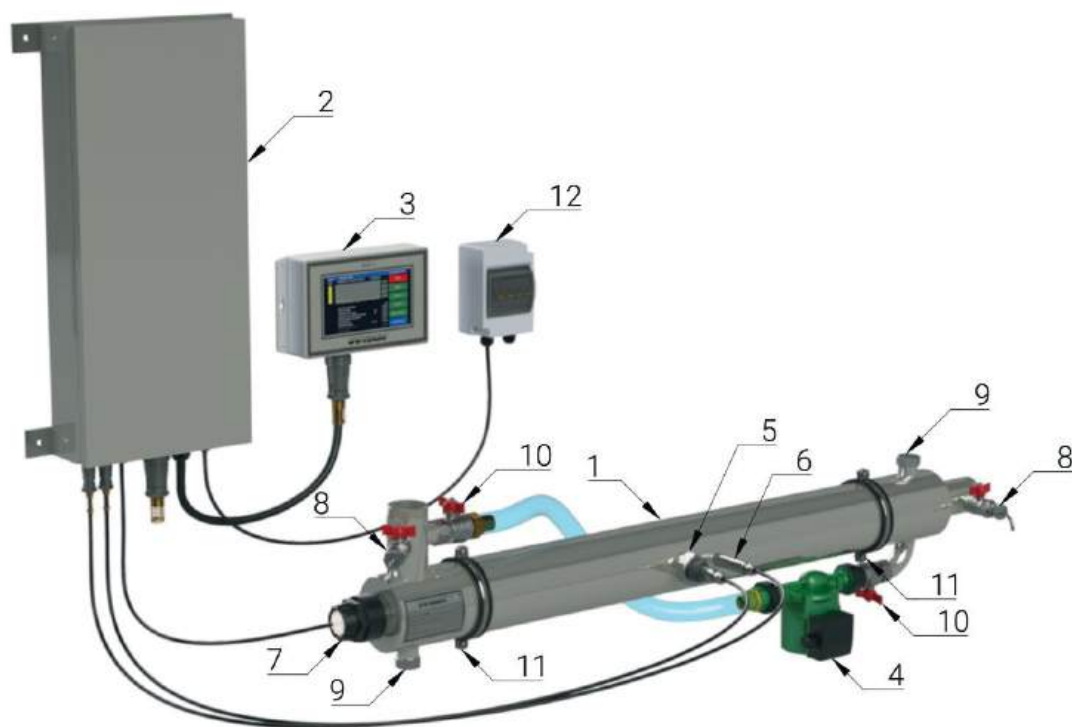

Рис. 2 Вариант исполнения УОВ
2. Снять пробоотборник и открыть кран для спуска воздуха (Рис. 2 поз. 8);
УОВ состоит из камеры обеззараживания **1**, блока питания (шкафа ЭПРА) **2**, системы контроля **3**, бокса с автоматическим выключателем **12** (Рис. 2), промывного устройства **4**.
Для подключения промывного устройства **4** на патрубках установлены шаровые краны со штуцерами **10**. Камера оснащена кранами **9** (Рис. 2) для засыпки реагента и слива воды после промывки, либо реагент для промывки засыпается в префильтр насоса промывки **4** в зависимости от типа промывного устройства. Камера комплектуется хомутами или кронштейнами для крепления к стене **11** (Рис. 2), либо монтажной стойкой.